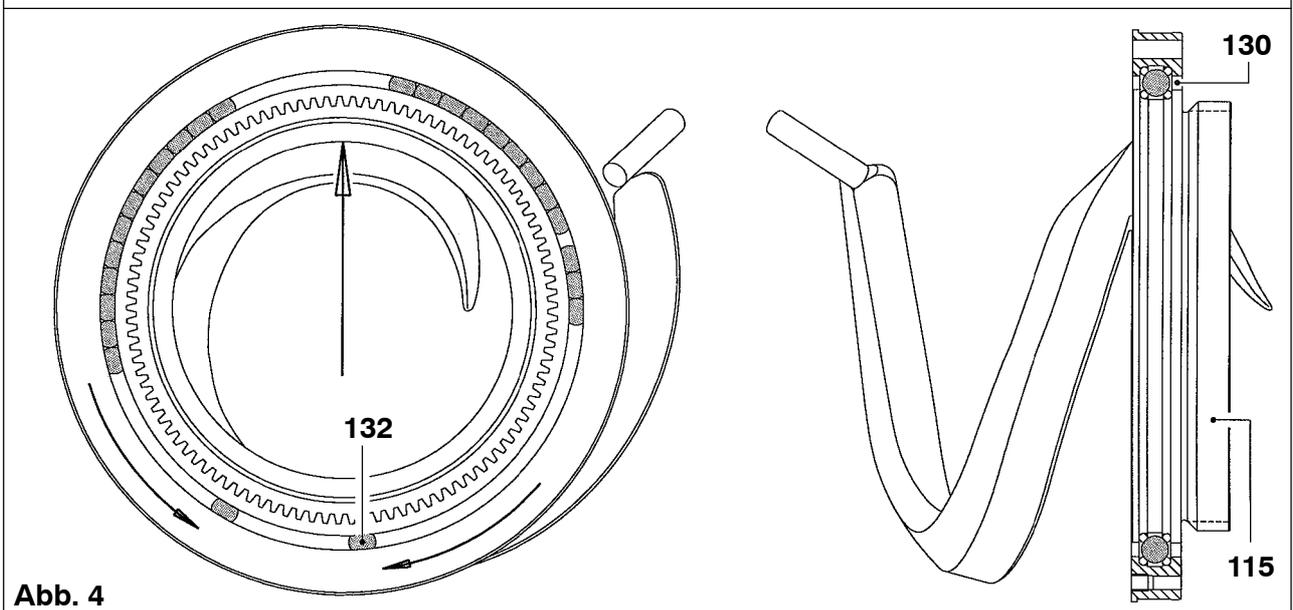

Abb. 4
11. Zubringerkurve (115) in die Mitte des La-gerringes (130) ziehen und eine Kugel (132) nach unten bringen (Abb. 4).